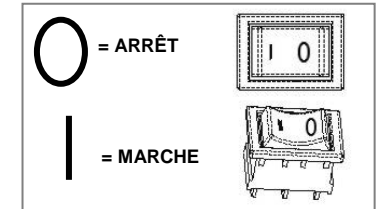

Fig 4
- Appuyez sur le côté « O » pour éteindre l'aspirateur. (Fig. 4)